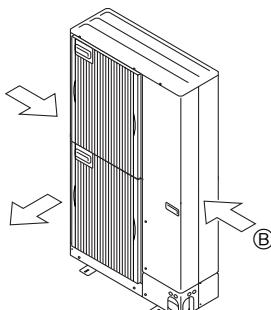

Fig. 2-16
- ② Cihazın konumunu, mümkünse, hava çıkışından gelen havanın, mevsimsel rüzgârlarının yönüne dik gelmesini sağlayacak şekilde seçin. (Fig. 2-16)